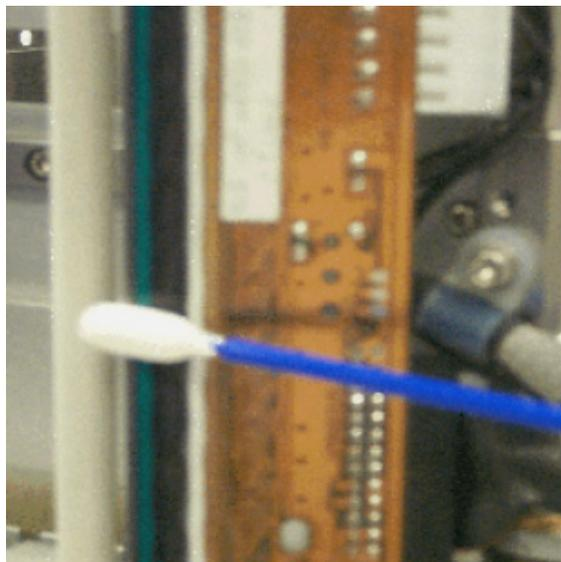

Рис. 5-16: Очистка печатающей головки
- 3 Осторожно очистите пиксельную линию печатающей головки (Рис. 5-16 на стр. 5-13), белые кассетные ролики и очищающий ролик при помощи гигиенических палочек с ватными наконечниками, которые входят в комплект поставки принтера.